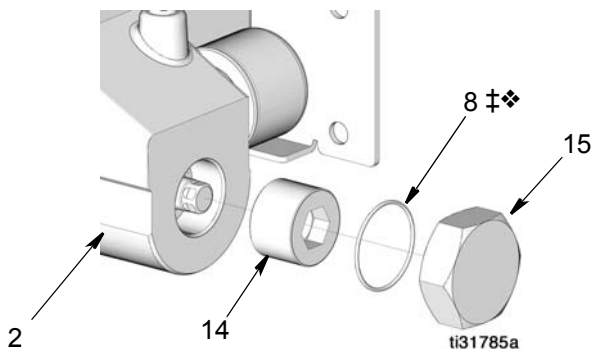

图 24
21. 在泵底座 (2) 内安装螺母 (14)。用 100 至 105 英尺磅 (135.6 至 142.4 N•m) 的扭力拧紧 (图 24)。
22. 润滑 O 形圈 (8❖)。将 O 形圈和泵端螺母 (15) 装入泵底座 (图 24)。用 45 到 50 英尺磅 (61.01 至 67.79 N•m) 的扭力拧紧端螺母。